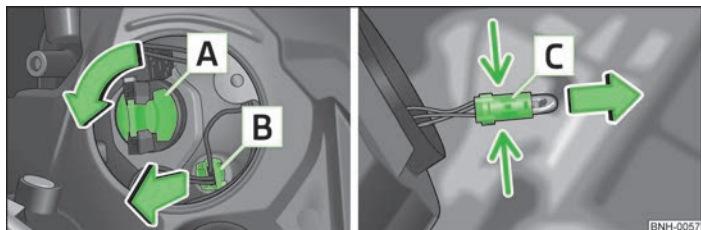

Fig. 128 Cambiar la bombilla de la luz de carretera, de conducción diurna y de posición
- Girar el portalámparas » fig. 128 hasta la tope en el **sentido contrario** al de las agujas del reloj y retirarlo.
- Extraer el portalámparas » fig. 128 junto con la bombilla con movimientos de vaivén en el sentido de la flecha.